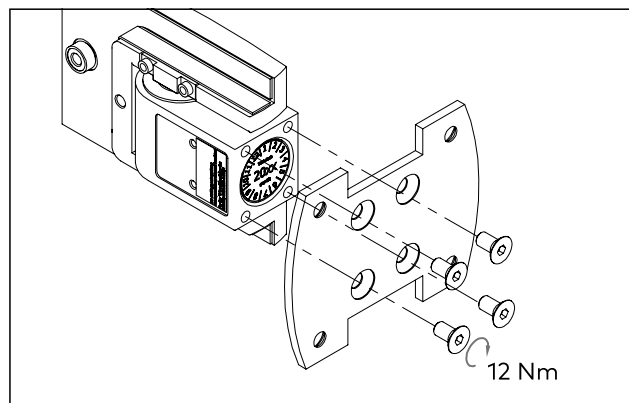

Fig. 16 Fijación de las placas de montaje a la bisagra de doble acción
1. Fijar la placa de montaje con 4 tornillos avellanados (M6 x 12) a la bisagra de doble acción TENSOR (Fig. 16).